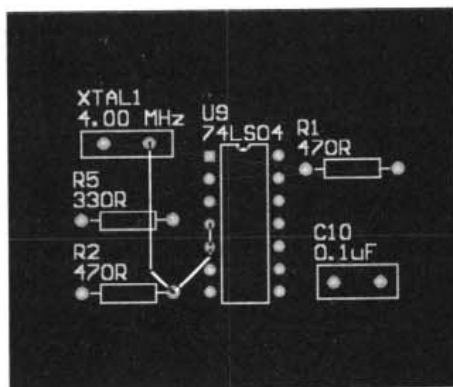

图 10-126 对网络 NetXTAL1\_2 布线
**Autoroute Net:** 对选中的网络布线。选择该命令后，光标变为十字，用光标选中任一网络，单击网络上的任一条连线或元件，都可对该网络上的所有连线布线。对网络 NetXTAL1\_2 布线的结果如图 10-126 所示。